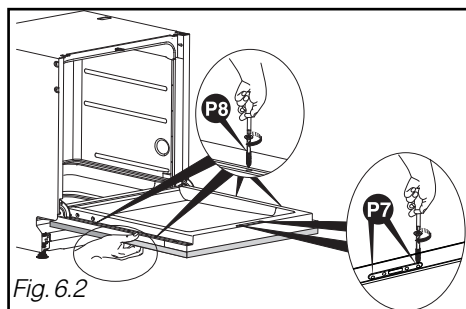

Fig. 6.2
- Zet het houten paneel tegen de deur aan (Fig. 6.2).
- Open de deur van de vaatwasser door het paneel tegen de deur aan te plakken. Het houten paneel zonodig aan de zijkanten centren ten opzichte van de strip. De 2 schroeven **P7** op hun plaats brengen evenals de 4 **P8** (Fig. 6.2).
- Het houten paneel tegen de deur aan plakken (Fig. 6.2 bis).
- De deur van de vaatwasser openen terwijl u het paneel tegen de deur aangeplakt houdt. Het houten paneel zonodig aan de zijkanten centreren ten opzichte van de strip. De 4 schroeven **P8** (Fig. 6.2 bis).
Fig. 6.2 bis